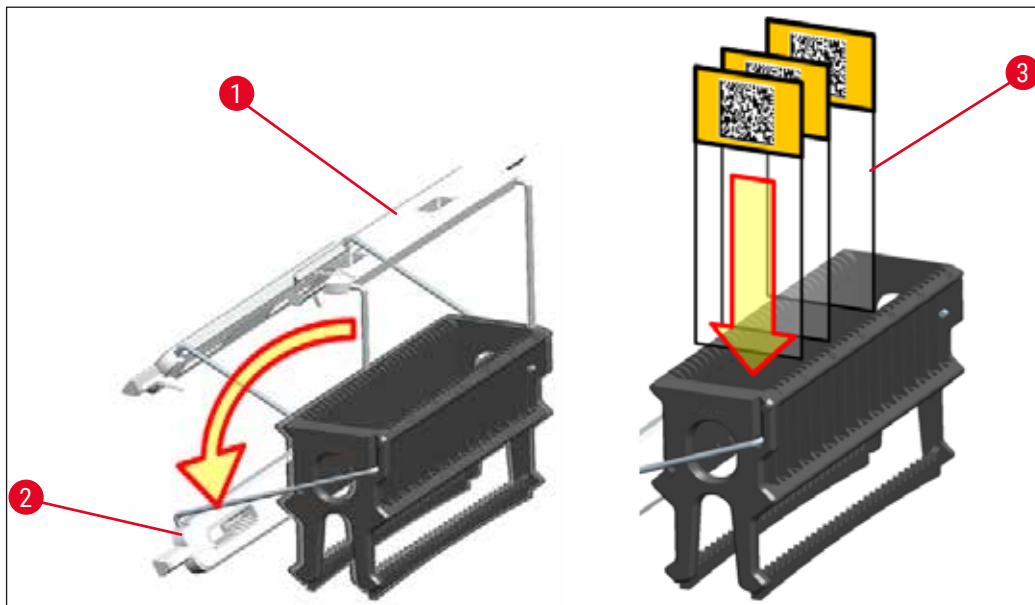

Fig. 85
- La face avant du support de lames est repérée par le logo Leica. Une fois la poignée fixée, la mention **FRONT** est visible sur la poignée (→ "Fig. 85").
1. Rabattre la poignée du support de lames en position verticale (→ "Fig. 85").